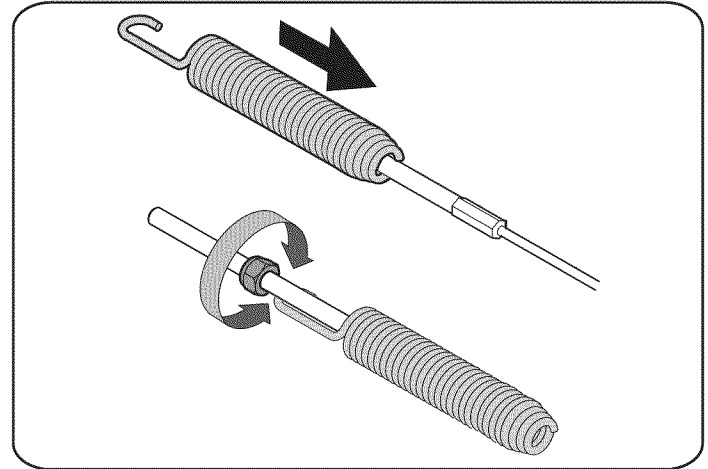

Figura 13
2. Deslice la primavera hasta el cable para exponer el cable acoplador hilos y tuerca. Consulte la Figura 13.